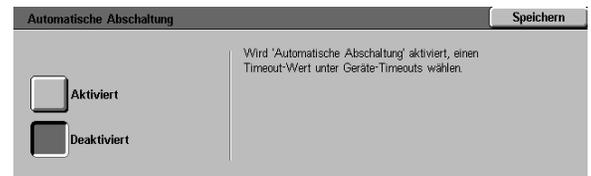

Abb. 38: Automatische Abschaltung
- Im Bildschirm “Automatische Abschaltung” (s. Abb. 38) “Deaktivieren” oder “Aktivieren” betätigen.